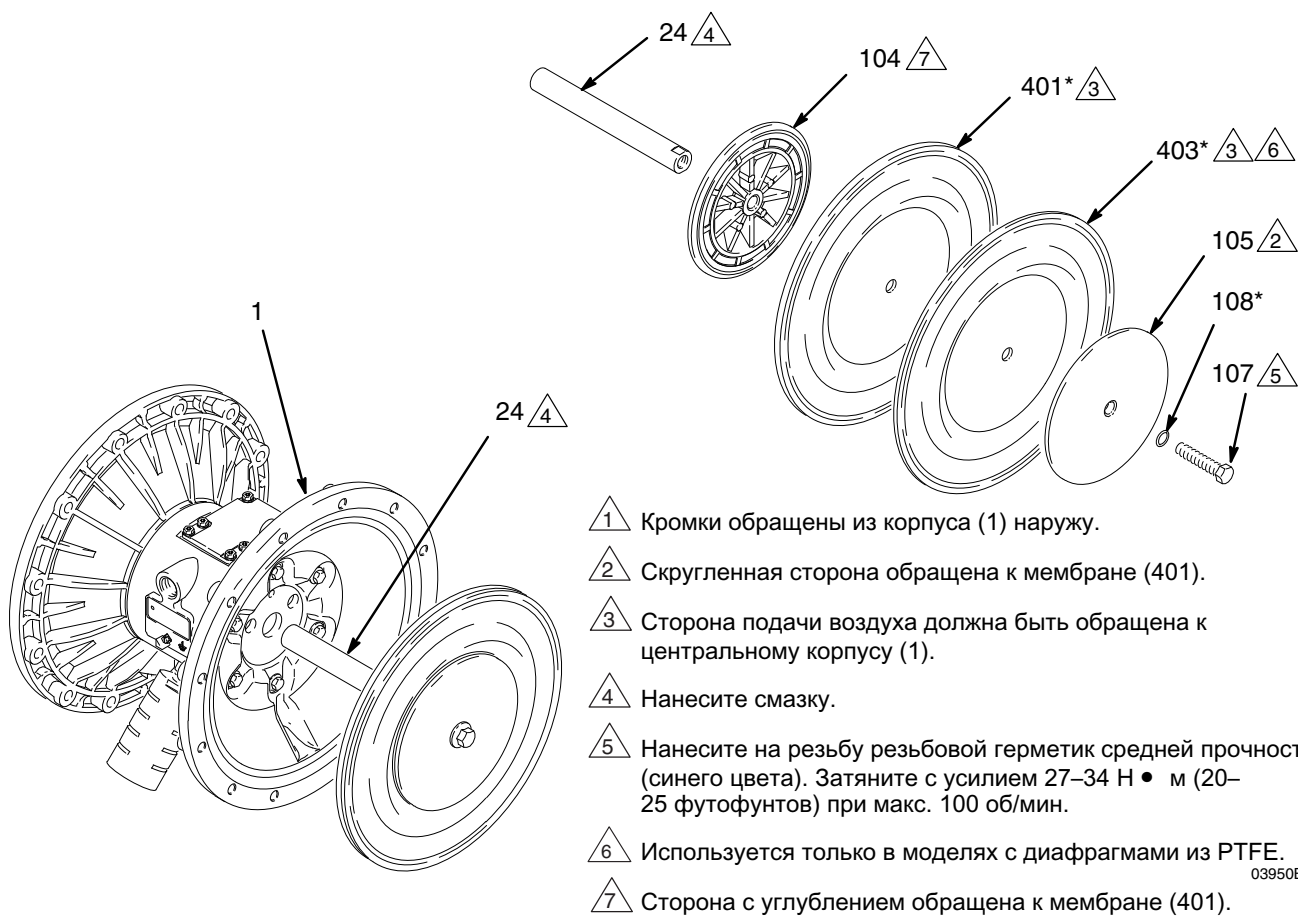
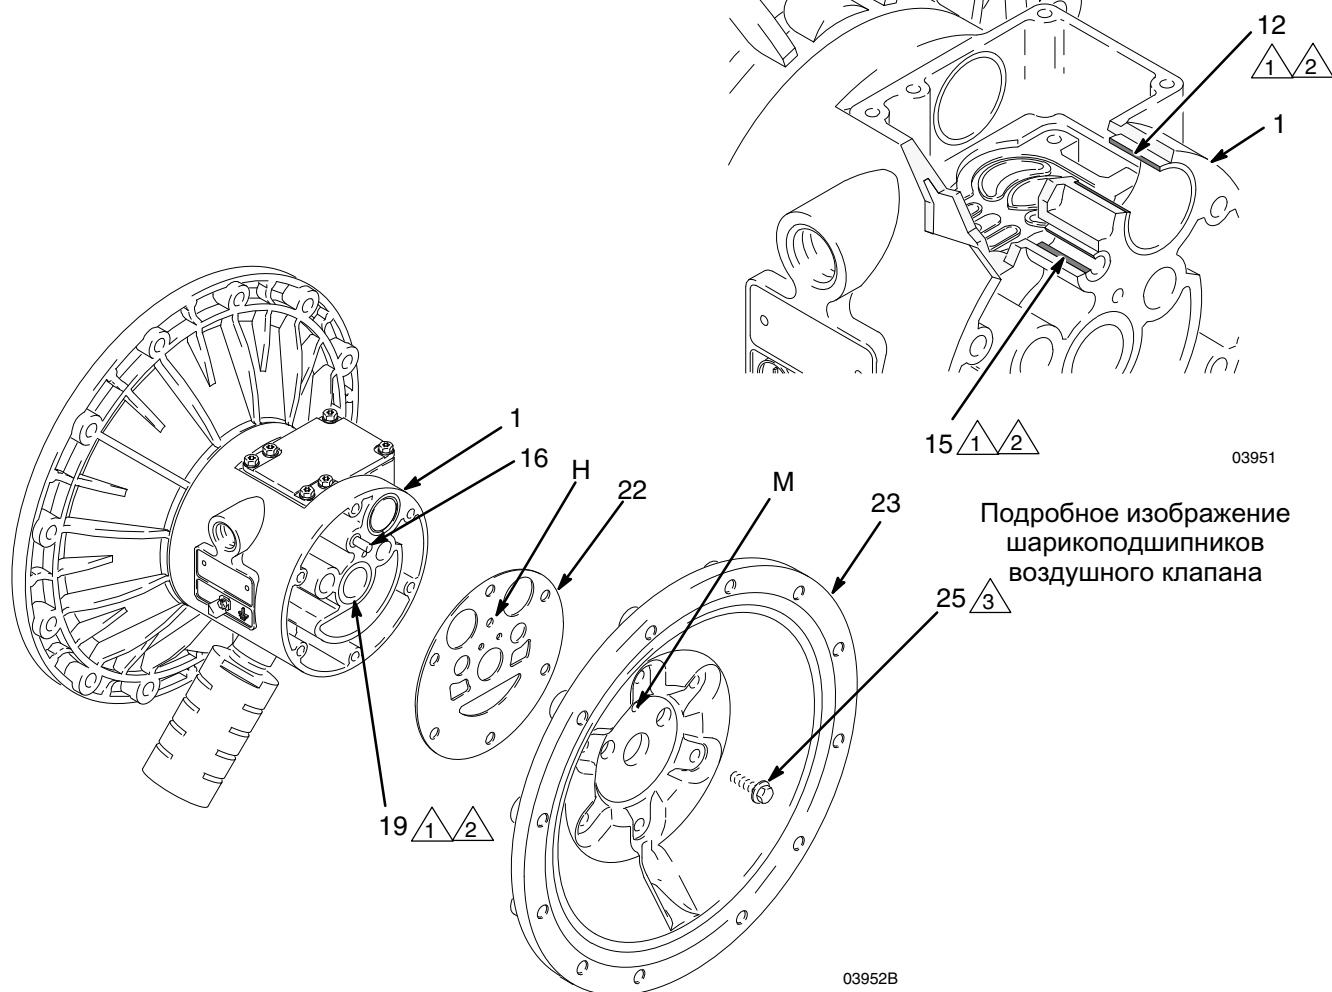

Рис. 12
Рис. 13
5. Выкрутите один болт из вала диафрагмы (24) и снимите уплотнительное кольцо круглого сечения (108), пластину диафрагмы на стороне подачи жидкости (105), диафрагму из PTFE (403, используемую только на моделях с элементами из PTFE), диафрагму (401) и пластину диафрагмы на стороне для воздуха (104). См. Рис. 12.
1. Установите на вал П-образные уплотнители (402) так, чтобы их кромки были обращены наружу из корпуса (1). Нанесите на уплотнения смазку. См. раздел Рис. 12.
2. Установите блок диафрагмы на один из концов вала (24) указанным далее образом. Для насосов с переформованными диафрагмами переходите сразу к пункту g.
- a. Установите уплотнительное кольцо круглого сечения (108*) на болт (107) вала.
- b. Установите пластину диафрагмы со стороны жидкости (105) на болт таким образом, чтобы скругленная сторона была обращена к диафрагме (401).
- c. Только для моделей из PTFE: установите диафрагму из PTFE (403*). Убедитесь в том, что сторона с маркировкой AIR SIDE (воздушная сторона) обращена к корпусу (1).
- d. Установите мембрану (401*) на болт. Убедитесь в том, что сторона с маркировкой AIR SIDE (воздушная сторона) обращена к корпусу (1).
- e. Установите пластину диафрагмы (104) с воздушной стороны таким образом, чтобы сторона с углублением была обращена к диафрагме (401).
- f. Нанесите на резьбу болта (107) резьбовой герметик средней прочности (синего цвета). Вкрутите болт в вал (24) и затяните его вручную.
- g. Для переформованных мембран. Установите пластину (104) со стороны подачи воздуха на мембрану (403). Широкая закругленная сторона пластины должна быть направлена в сторону мембраны. Нанесите резьбовой герметик средней прочности (синего цвета) на резьбу мембранного блока. Вкрутите узел в вал (24) и затяните его вручную.
5. Выкрутите винты (25), с помощью которых крышки (23) воздушной секции крепятся к корпусу (1), используя торцевой гаечный ключ на 10 мм. См. раздел Рис. 13.
6. Извлеките прокладки (22) крышки блока подачи воздуха. Всегда заменяйте прокладки новыми.
7. С помощью съёмника подшипников снимите подшипники (19) вала мембраны, подшипники (12) воздушного клапана или подшипники (15) направляющих штифтов. Не снимайте неповрежденные шарикоподшипники.
8. Если вы сняли подшипники (19) вала мембраны, введите в центральный корпус (1) съёмник уплотнительных колец, подцепите П-образные уплотнения (402) и извлеките их из корпуса. Осмотрите уплотнения. См. раздел Рис. 12.
1. Если вы снимали П-образные уплотнители (402), установите их на место так, чтобы их кромки были обращены из корпуса (1) наружу.
2. Шарикоподшипники (19, 12 и 15) имеют коническую форму, поэтому установить их можно только одним способом. Вставьте шарикоподшипники в корпус (1) коническими концами вперед. Используя пресс или блок с резиновым молотком, установите шарикоподшипник методом прессования так, чтобы он располагался заподлицо с поверхностью корпуса.
4. Выровняйте новую прокладку (22) крышки воздушной секции так, чтобы направляющий штифт (16), выступающий из корпуса (1), прошел через соответствующее отверстие (Н) в прокладке.
5. Выровняйте крышку (23) блока подачи воздуха так, чтобы направляющий штифт (16) попал в среднее отверстие (М) из трех небольших отверстий, расположенных у центра крышки. Ввинтите винты (25) и затяните их вручную. См. раздел Рис. 13. С помощью торцевого ключа на 10 мм затяните винты равномерно на одинаковой высоте друг напротив друга с усилием 14–17 Нм (120–150 дюймофунтов).